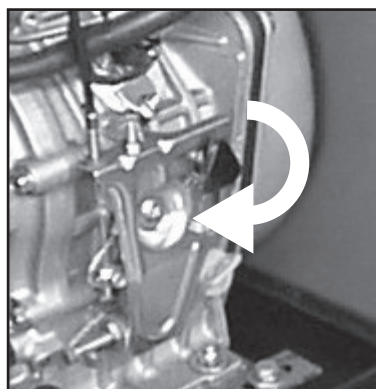

Fig.4
- 1) Ställ in gaskontrollen som sitter på motorn (se fig. 4), längst ner (maximalt varvtal)